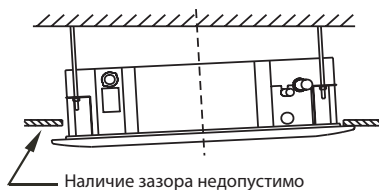

Рис. 4-18
- 4) Если после затяжки винтов сохраняется зазор между панелью и подвесным потолком, необходимо изменить высоту подвеса внутреннего блока. (См. рис. 4-18).